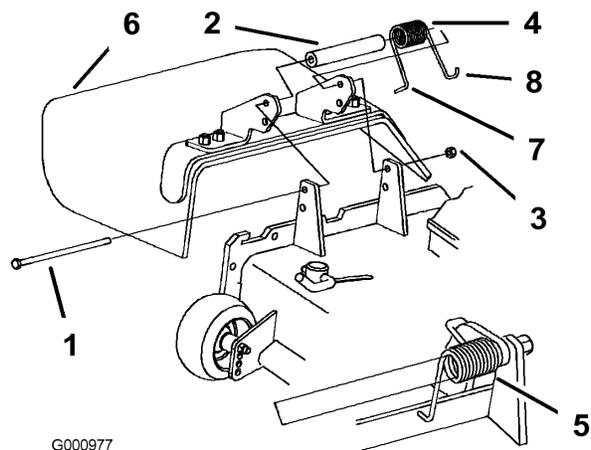

Figura 81
1. Retire la contratuerca, el perno, el muelle y el espaciador que sujetan el deflector a los soportes de pivote (Figura 81). Retire el deflector de hierba dañado o desgastado.
Nota: Asegúrese de colocar el extremo en L del muelle detrás del reborde de la plataforma antes de instalar el perno, según muestra Figura 81.
3. Instale el perno y la tuerca Coloque el extremo en **J** del muelle alrededor del deflector de hierba (Figura 81).